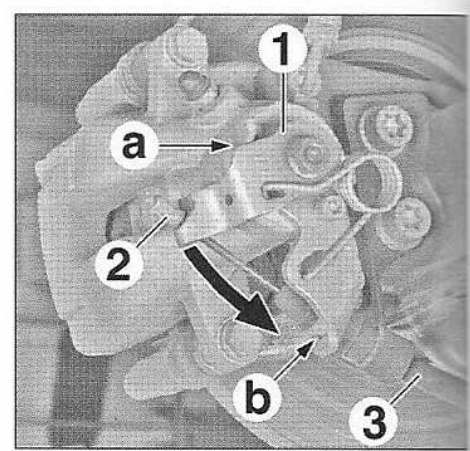
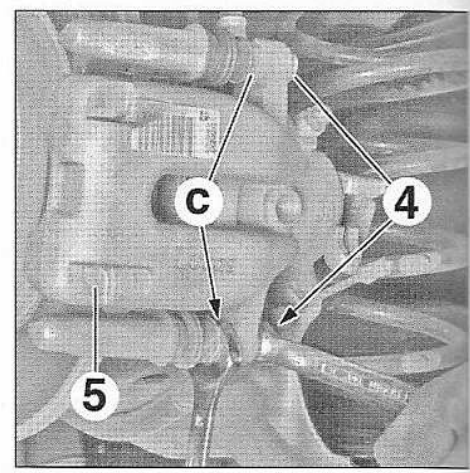

FIG.17
FIG.18
- Insérer un tournevis plat en (a) (Fig.17).
- Appuyer sur le tournevis afin de baisser le levier (1).
- Une fois le levier (1) en butée, à l'aide d'une pince multiprise, dégager l'embout (2) du levier (1).
- Libérer le câble de frein de stationnement (3) de l'oeillet en (b).
- Déposer les vis (4) en exerçant un contre-couple en (c) (Fig.18).
- Dégager l'étrier (5) de son support.